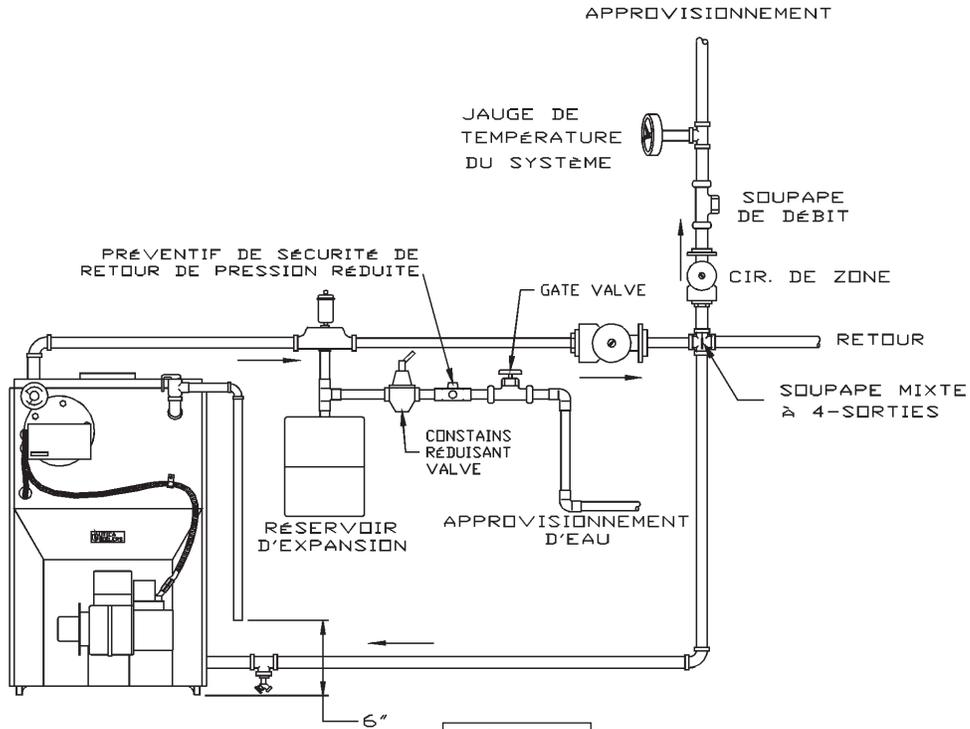

FIGURE 7
B. Cette méthode sert à protéger les systèmes, qui ont des panneaux radiants et aussi le matériel dans lequel ils sont enchâssés, de la température élevée de l'eau de la chaudière. Voir la figure 7 de la page 8.